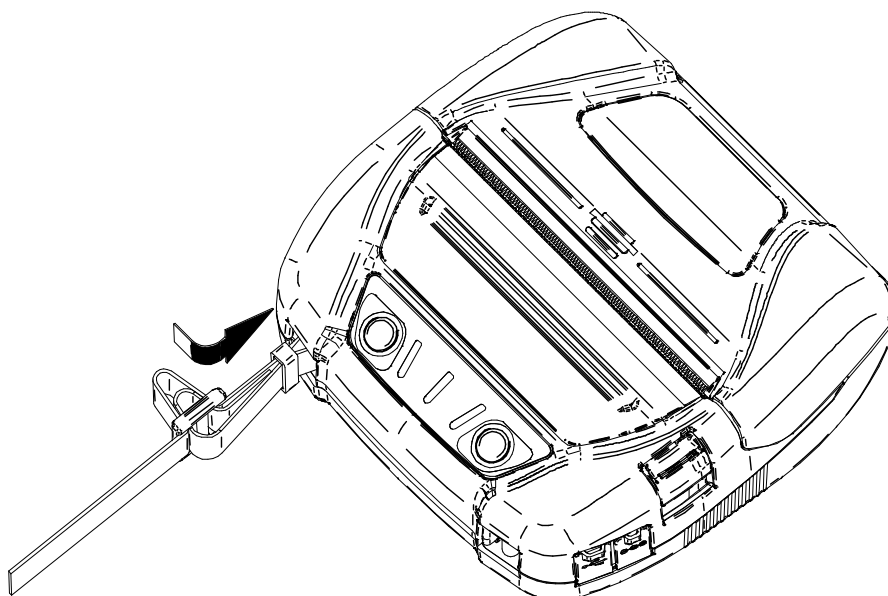

図 14-7 ショルダストラップの取り付け(4)
- ④ 図 14-7のように、ショルダストラップの先端をプリンタから近い方のアジャスタの穴に通してください。